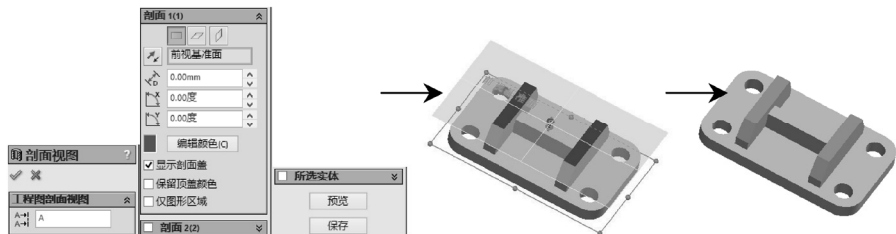

图 1-7 创建剖视图的操作
- “剖视图”按钮 单击该按钮后, 将在“属性管理器”中显示“剖面视图”的属性设置操作界面, 通过选择“剖面”, 并输入不同的参数, 单击“确定”按钮 , 可创建模型的剖视图, 如图 1-7 所示。